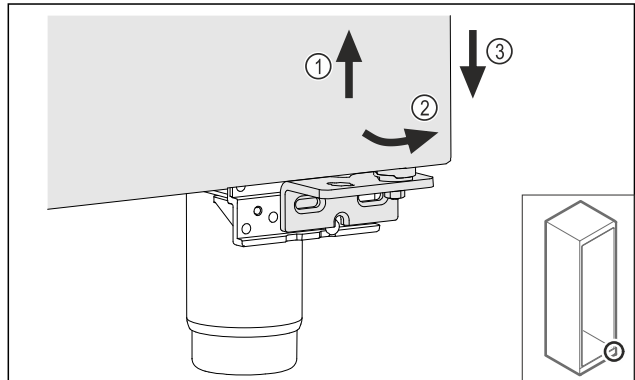

Fig. 12
- ▶ Немного приподнимите дверь Fig. 12 (1), наклоните снизу вперед Fig. 12 (2) и опустите Fig. 12 (3).